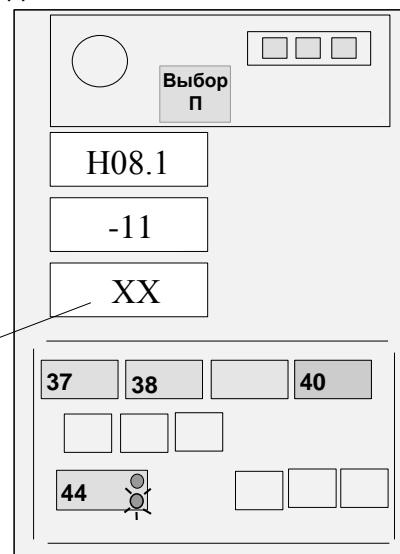

Рисунок 16 - Ввод температурного коэффициента
Значение коэффициента указывается в первых трех позициях порядкового номера ПрД, нанесенного на его жгут (см. рисунок 16) и состоит из буквы обозначающей знак коэффициента (П - плюс, М - минус) и двух цифр, обозначающих значение коэффициента.
Если значение коэффициента, указанное на жгуте ПрД, отличается от значения, выдаваемого на средний ИЖЦ, нажатием кнопки 44 установить на верхнем ИЖЦ код "H08.1", а затем, нажимая кнопки "+" (41) и "-" (42), установить на среднем ИЖЦ значение коэффициента для штокового ПрД (см. рисунок 16 для коэффициента M11), причем знак плюс на индикаторе не отображается, а знак минус отображается символом " - ".
Если значение температурного коэффициента, указанное на жгуте, отличается от значения, выдаваемого на средний ИЖЦ, нажатием кнопки 44 установить на верхнем ИЖЦ код "H06.1", а затем, нажимая кнопки "+" (41) и "-" (42), установить на среднем ИЖЦ значение коэффициента для преобразователя (см. рисунок 16 для коэффициента M11), причем знак плюс на индикаторе не отображается, а знак минус отображается символом " - ".